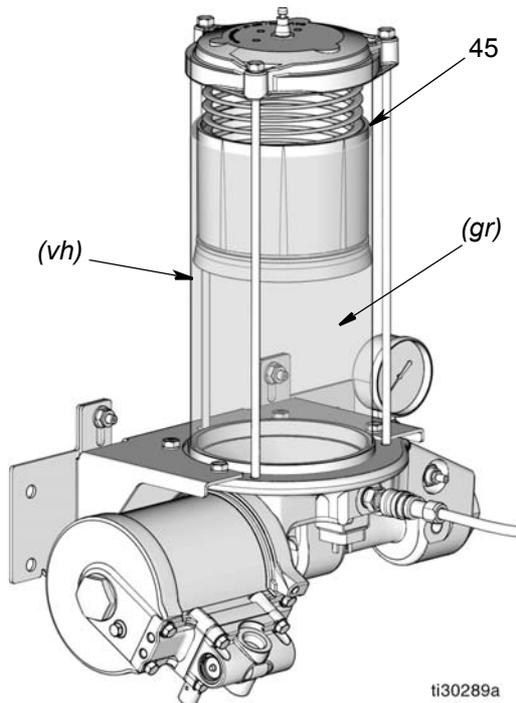

FIG. 9
- Dispense grasa lentamente de la bomba de llenado al depósito hasta que la grasa del depósito levante el plato seguidor (45) por encima del orificio de ventilación (vh) del depósito y el aire salga por debajo del plato seguidor (FIG. 9). En ese momento puede salir una pequeña cantidad de grasa del orificio de ventilación.
NOTA: El orificio de ventilación (vh) se encuentra situado en el lado trasero del depósito y no puede verse en FIG. 9. La ubicación aproximada del orificio de ventilación se identifica como vh en la figura.